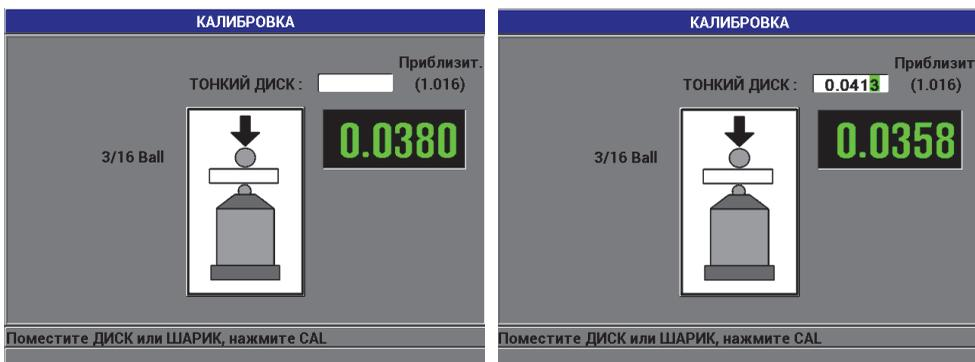

Рис. 4-8 Калибровочная точка ТОНКИЙ ДИСК
5. Точка на калибровочной кривой, соответствующая ТОНКОМУ калибровочному диску: прибор дает указание оператору поместить шарик и калибровочный диск на наконечник ПЭП. Толщина данной калибровочной точки будет зависеть от выбора используемого шарика, диска или проволоки. Приблизительное значение толщины диска отображается в нижней ячейке измерения. Нажмите [CAL], чтобы перенести значение в текстовое поле. С помощью курсорных клавиш введите известное значение толщины калибровочного диска и нажмите [CAL] (см. Рис. 4-8 на стр. 89).